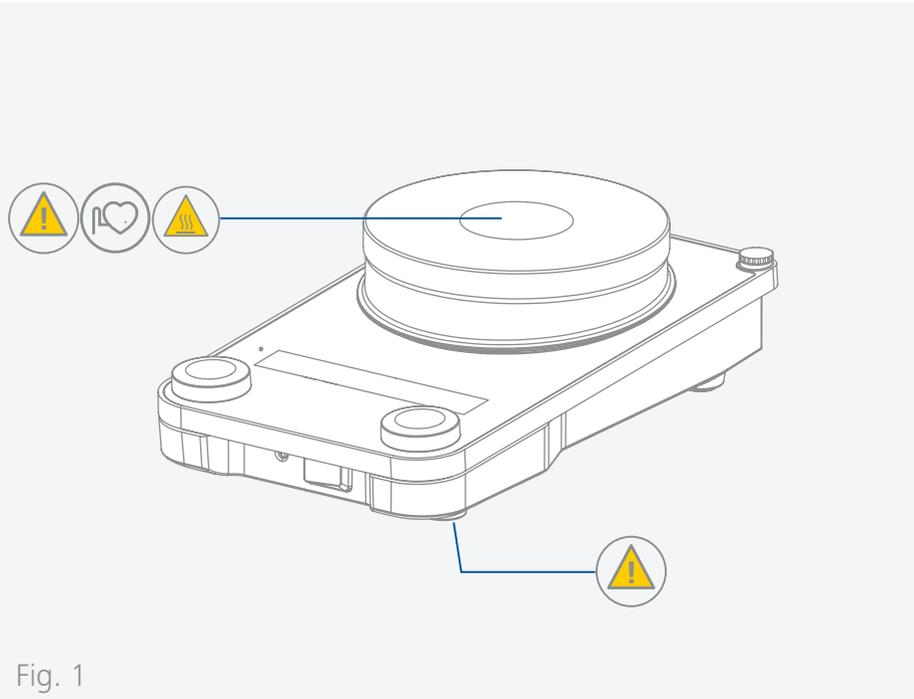

Fig. 1
- › Preste atención a los puntos identificados en la **Fig. 1**.